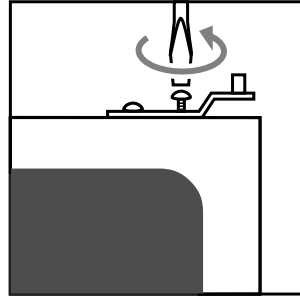

Abb. 8b
- Das Scharnier, das sich nun auf der oberen Seite befindet, entfernen (Abb. 8b).